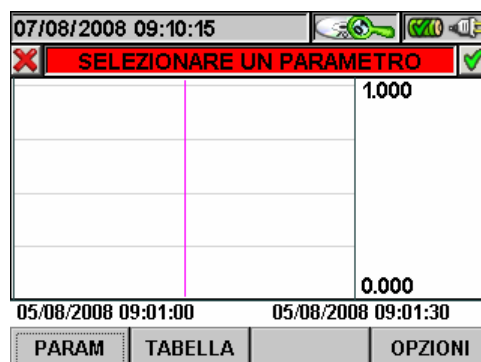

Fig. 134: Selezionare un Parametro
- Il tasto **ESC** (o la smart icon ) per uscire dalla funzione e tornare alla pagina "Selezionare un Parametro" (Fig. 134).